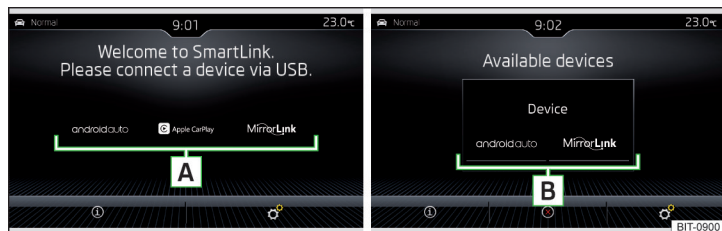

Fig. 213 Systèmes de communication compatibles / Exemple de systèmes de communication compatibles pour le périphérique connecté
Si aucun périphérique externe n'est connecté, un menu présentant les systèmes de communication compatibles SmartLink s'affiche **A** » fig. 213.
Menu principal » fig. 213
- Sélectionner la connexion au moyen de « Android Auto » **B** » fig. 213 à la page 186.
- Sélectionner la connexion au moyen de « Apple CarPlay » **B** » fig. 213 à la page 186.
- › Sélectionner la connexion au moyen de « MirrorLink® » **B** » fig. 213 à la page 186.